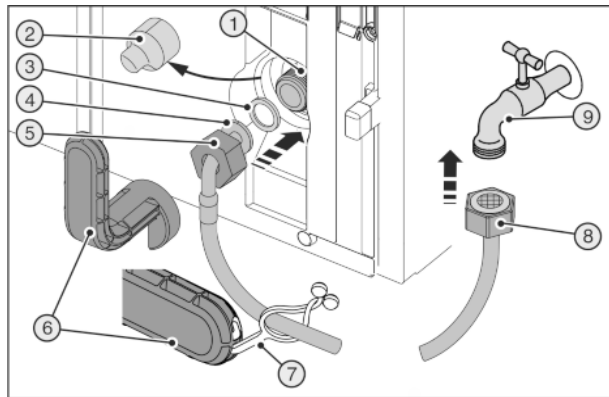
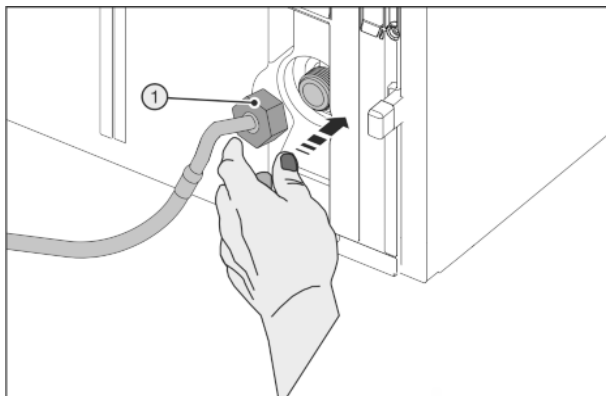

Fig. 45
Fig. 46
Törött segédszerszám Fig. 45 (6)!
- ▶ Kizárólag szobahőmérsékleten használja a segédszerszámot Fig. 45 (6).
- ▶ Húzza le a burkolatot Fig. 45 (2).
- ▶ Egyszerűsített szerelés: Fektesse a tömlő egyenes végét Fig. 45 (8) bal felé a padlóra.
- ▶ Tolja fel teljesen az anyát Fig. 45 (5) a meghajlított tömlővéghöz Fig. 45 (4), és tartsa meg.
- ▶ Nedvesítse meg a tömítést Fig. 45 (3), és nyomja be az anyába Fig. 45 (5).
- ▶ A tömítés Fig. 45 (3) besimul, és a helyén marad.
► Óvatosan tegye fel az anyát Fig. 46 (1), és két ujjal, egyenesen tartva csavarja fel a menetre, míg biztosan ül a helyén.
► Húzza meg az anyát Fig. 46 (1) a segédszerszámmal Fig. 45 (6) az óramutató járásával megegyező irányban, míg el nem éri a maximális nyomatékot, és a segédszerszám Fig. 45 (6) leforog.
► Csavarja fel az anyát Fig. 45 (8) az elzáró szelepre Fig. 45 (9).
► Húzza meg az anyát Fig. 45 (8) a segédszerszámmal Fig. 45 (6) az óramutató járásával megegyező irányban, míg el nem éri a maximális nyomatékot, és a segédszerszám Fig. 45 (6) leforog.
► Nyissa ki a vízellátás elzáró csapját Fig. 45 (9), és ellenőrizze a teljes vízrendszer tömítettségét.
► Akassza be a fület Fig. 45 (7) a segédszerszámba Fig. 45 (6), és tárolás céljából rögzítse a rozsdamentes acéltömlőn.